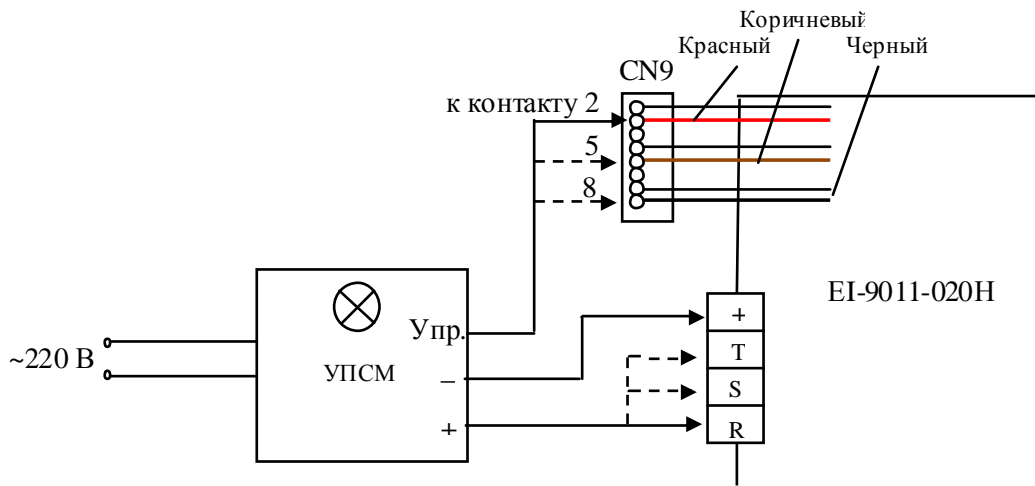
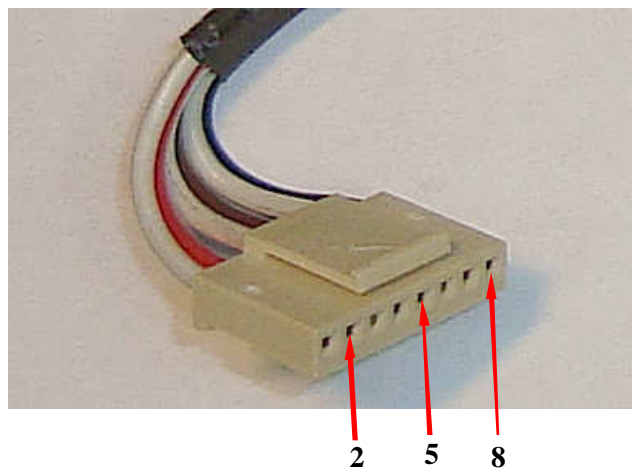

Рис. 4.7. Схема проверки тиристорных входных модулей.
Рис. 4.8. Нумерация контактов разъема CN9
4.7.8. Выполнить проверку тиристора модуля SKKH91/16 E канала R. Соединить выход «+» УПСМ с клеммой R преобразователя, выход «-» УПСМ с клеммой «+» преобразователя, а выход «Упр.» УПСМ с 2-м выводом (красный провод) розетки разъема CN9 преобразователя (рис.4.7). Нумерация контактов разъема CN9 представлена на рис. 4.8.